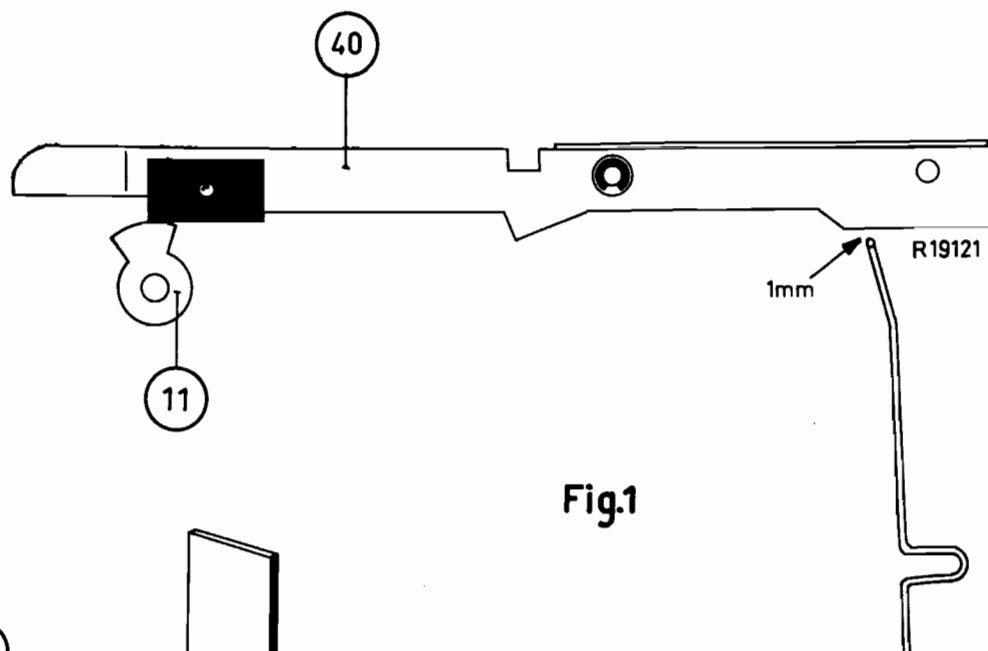

Fig.1
- b. Bij ingedrukte startknop moet nu de startdraad minstens 1 mm vrij staan van de taster (zie fig. 1).